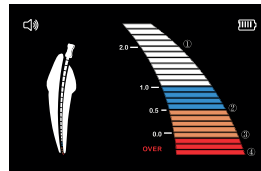

Imagen 8
3.1.5 Visualización ampliada del agujero apical. [Imagen 8]